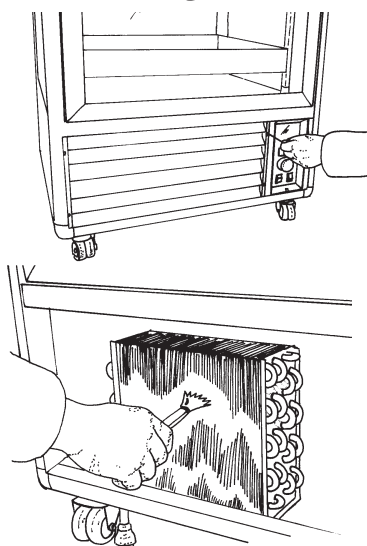

Fig. 2
1. Togliere l'alimentazione. 2. Svitare le viti di fissaggio del portalamпада superiore. 3. Staccare il portalamпада superiore dal tubo fluorescente con il trasparente di protezione. 4. Sfilare il tubo dal portalamпада inferiore. 5. Togliere il tubo trasparente di protezione. 6. Sostituire il tubo fluorescente. 7. Ripristinare il tutto procedendo in senso inverso (Vedi fig.2).
1. Switch off the appliance. 2. Undo the screws which hold the top lamp socket in place. 3. Detach the fluorescent tube with its protective cover from the top lamp socket. 4. Take the tube out of the bottom lamp socket. 5. Remove the protective cover. 6. Replace the fluorescent tube. 7. Reassemble by following the above instructions in reverse order (see figure 2).
1. Strom wie abschalten. 2. Die Befestigungsschrauben der oberen Lampenfassung entfernen. 3. Die Leuchtstoffröhre zusammen mit der durchsichtigen Schutzröhre von der oberen Lampenfassung lösen. 4. Die Röhre aus der unteren Lampenfassung herausziehen. 5. Die durchsichtige Schutzröhre entfernen. 6. Die Leuchtstoffröhre ersetzen. 7. Alles in umgekehrter Reihenfolge wieder zusammensetzen (siehe Abbildung 2).
1. Schakel de elektriciteit. 2. Schroef de schroeven los waarmee de bovenste lamphouder vastzit. 3. Maak de bovenste lamphouder los van de tl-buis voorzien van een doorzichtige bescherming. 4. Haal de buis uit de onderste lamphouder. 5. Verwijder de doorzichtige beschermbuis. 6. Vervang de tl-buis. 7. Zet alle onderdelen in de juiste volgorde weer in elkaar door de bovengenoemde handelingen in omgekeerde volgorde te herhalen (zie fig. 2).
1. Desligue a alimentação. 2. Desaperte os parafusos de fixação do suporte da lâmpada superior. 3. Desengate o suporte da lâmpada superior do tubo fluorescente com o transparente de protecção. 4. Extraia o tubo do suporte da lâmpada inferior. 5. Tire o tubo transparente de protecção. 6. Substitua o tubo fluorescente. 7. Volte a montar o conjunto procedendo na ordem inversa (ver a fig. 2).
1. Koppla ifrån strömmen. 2. Lossa fästskruvarna på den övre lamphållaren. 3. Dra loss den övre lamphållaren från lysröret med genomskinligt skyddsrör. 4. Dra ur röret från den nedre lamphållaren. 5. Ta bort det genomskinliga skyddsröret. 6. Byt lysrör. 7. Återställ på samma sätt men i omvänd ordning (se fig. 2).
1. Afbryd for elektriciteten således. 2. Afmonter skruerne der holder den øverste fatning. 3. Løsgør lysstofrøret med den gennemsigtige beskyttelse fra den øverste fatning. 4. Fjern røret fra den nederste fatning. 5. Fjern det gennemsigtige beskyttende rør. 6. Udskift lysstofrøret. 7. Montér alle dele igen i modsat rækkefølge (Jvf. fig. 2).
1. Schakel de elektrische voeding. 2. De schroeven voor de vasthechting van de bovenste lamphouder losdraaien. 3. Verwijder de bovenste lampenhouder van de tl-buis met transparante beschermhuis. 4. Haal de lamp uit de onderste lamphouder. 5. Verwijder de doorzichtige beschermhuis. 6. Vervang de tl-buis. 7. Breng alles in de oorspronkelijke staat terug, door in omgekeerde volgorde te werk te gaan (zie fig. 2).